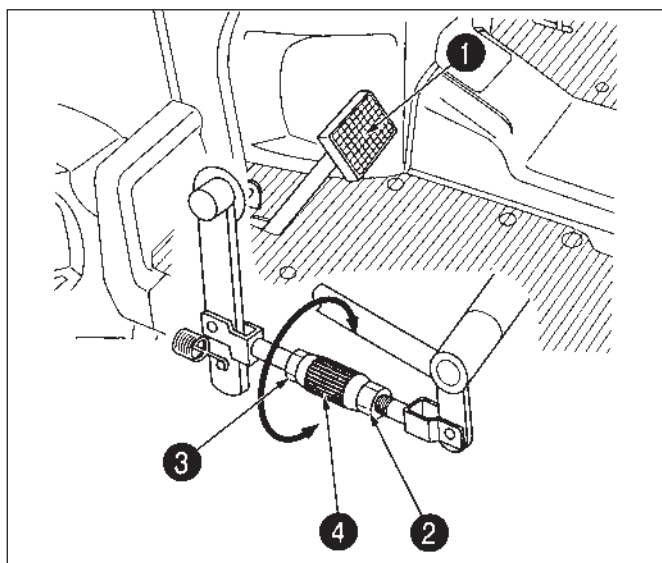

FIG. 6-36
FIG. 6-36: Pour régler la garde d'embrayage, localisez la tringle sous le marchepied gauche et desserrez l'écrou de blocage (2) (filet droit) et le contre-écrou (3) (filet gauche). Tournez le manchon de serrage (4) de la tringle pour obtenir la garde correcte.